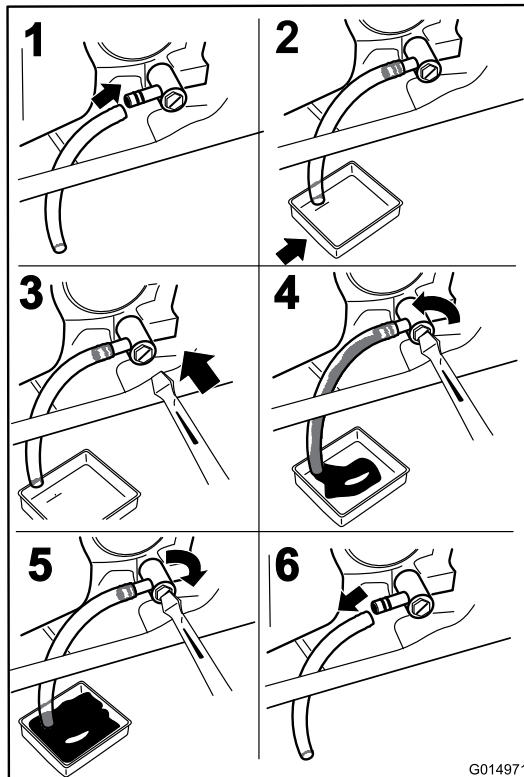

Figure 31
3. Avant de quitter la position de conduite, coupez le moteur, enlevez la clé de contact et attendez l'arrêt complet de toutes les pièces mobiles (Figure 31).